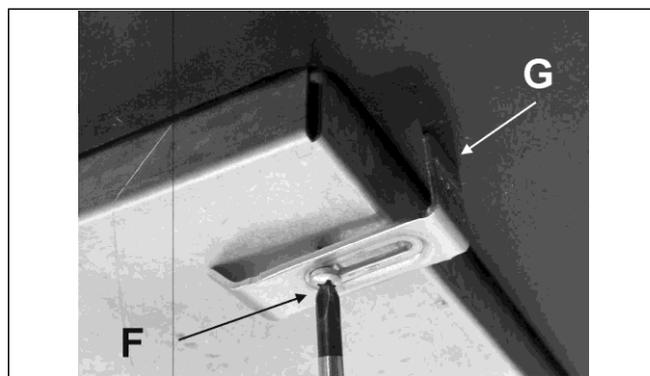

FIG. 10
- Coloque la parrilla a gas en el orificio efectuado en el mueble y bloquéelo con los tornillos "F" de los ganchos de fijación "G" (ver fig. 10).